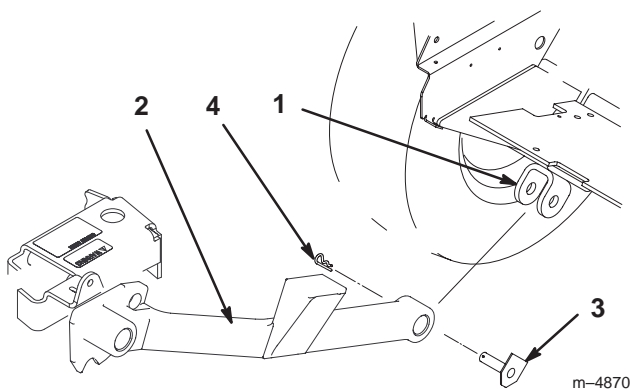

Figure 29
2. Placez le bâti porteur devant le groupe de déplacement et insérez les bras de poussée dans les chapes (Fig. 29).
3. Montez les bras de poussée avec les ensembles axes de pivots, la partie plate étant en appui contre le bâti, et fixez-les à l'aide des goupilles fendues (Fig. 29).